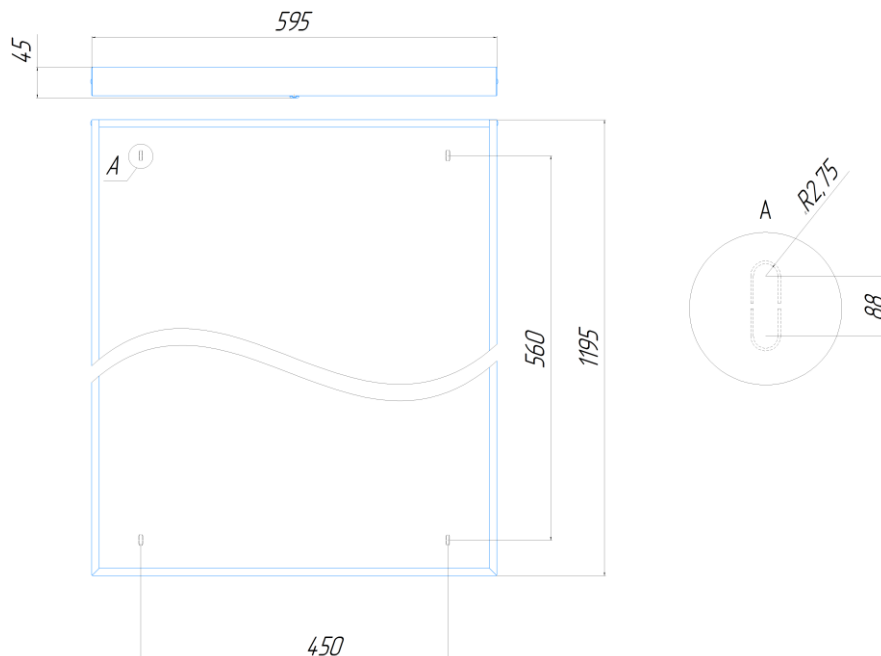

Рисунок 1. Габаритный чертеж и расположение установочных отверстий Eiconex Office E 1195x595
5.1.2. Для установки светильника необходимо повернуть торцевую панель и аккуратно снять рассеиватель. Надежно закрепить на ровной поверхности корпус светильника при помощи комплекта креплений, габариты для монтажа см. рисунок 1 и 2.